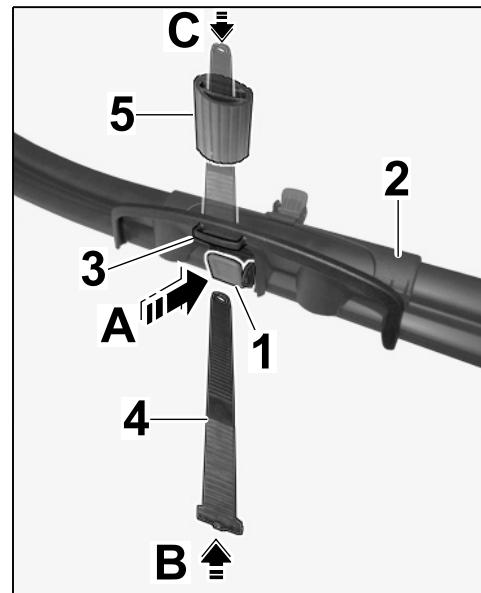

Figura 9
1.5.1 Presionar el cierre tensor, por el lado con la brida, en el alojamiento de rueda ( $\Rightarrow$  Figura 9 -A-).
1.5.2 Empujar la correa tensora desde abajo y hasta el tope a través del cierre tensor ( $\Rightarrow$  Figura 9 -B-).
1.5.3 Encajar la protección de llantas hasta el tope en la correa tensora ( $\Rightarrow$  Figura 9 -C-).